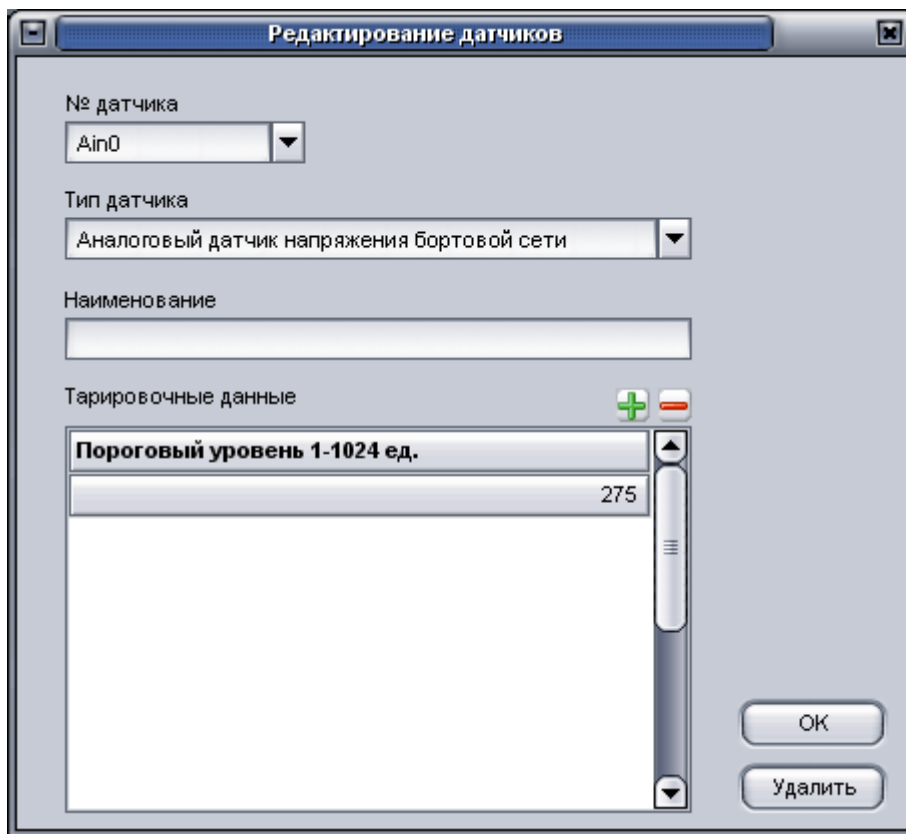

Рисунок 11
4.4.5. В окне «Редактирование датчиков», рисунок 11, укажите:
- в открывшемся окне «**Свойства: папки**», рисунок 11, перейдите на закладку «**Безопасность**»;